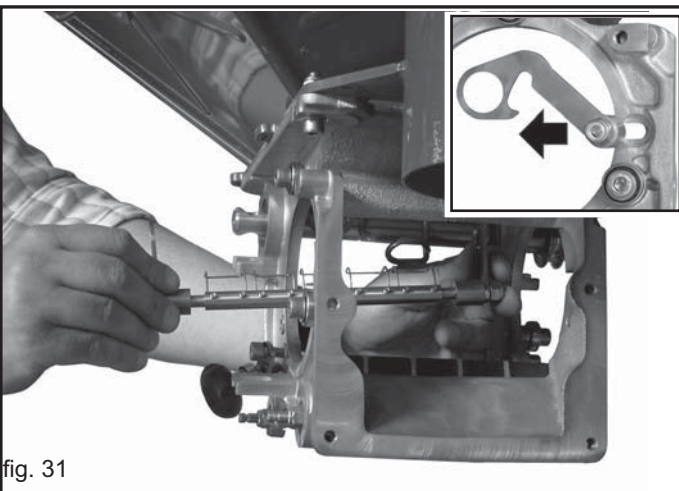

fig. 31
- 4) Reinigungswelle nach vorne ziehen und aus dem Dosiergeraet entnehmen. (Fig. 31).